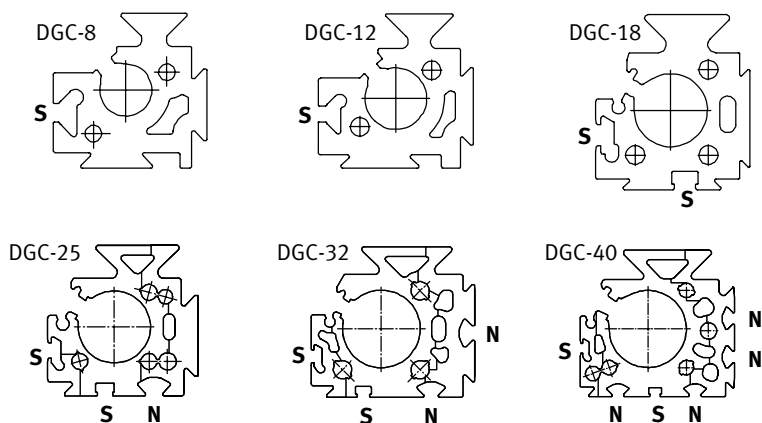

Fig. 22
- Use las ranuras S de la Fig. 22 para fijar los detectores de proximidad.
- Utilice las ranuras según la Fig. 22 para fijar accesorios externos.